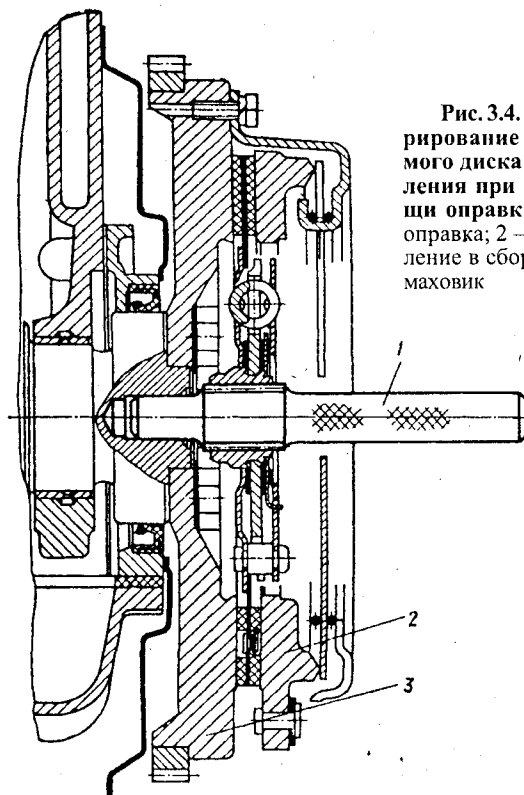

Рис. 3.4. Центрирование ведомого диска сцепления при помощи оправки: 1 – оправка; 2 – сцепление в сборе; 3 – маховик
- отцентрировать ведомый диск оправкой, имитирующей шлицевой конец ведущего вала коробки передач (рис. 3.4) и установить нажимной диск;